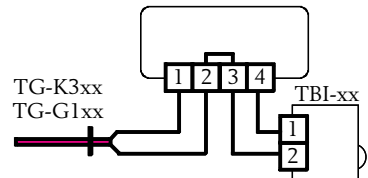

Abb. 6
- Abb. 6: Anschluss bei externem, separatem Geber und Potentiometer TBI-xx für die Sollwerteinstellung